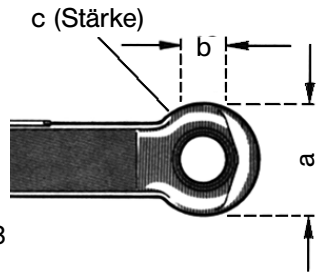

Abb. 3
Kontrolle: Der Kontrollstift (S) darf nach dem Einkuppeln nicht aus der Kontrollhülse herausstehen. Herausstehender Kontrollstift: nicht richtig eingekuppelt, **Unfallgefahr!** (s. Abb. 3)
6. Zugösen: Maße, Schwenkwinkel (s. Abb. 3)